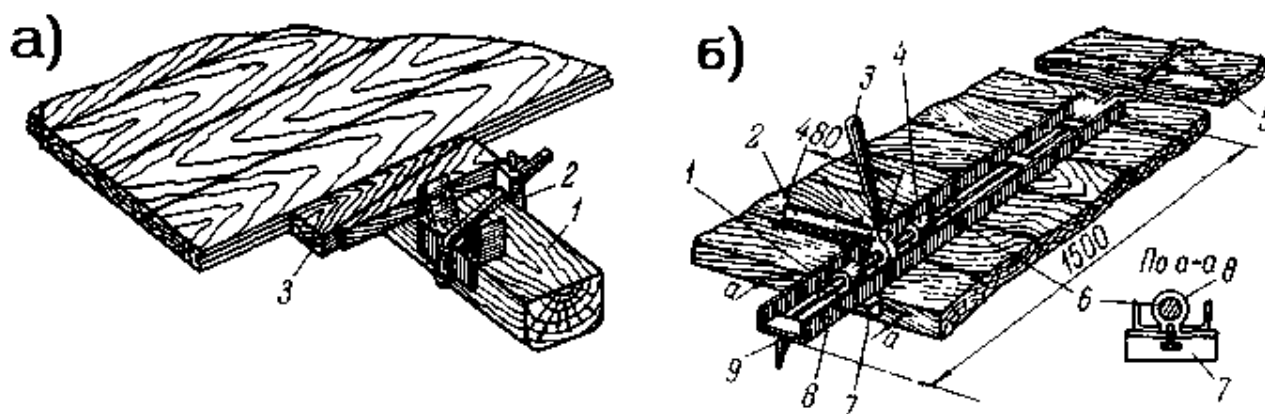

Рис. 1. Сжимы при устройстве дощатых полов
2.4. Доски для настилки пола должны быть разложены на лагах гребнями в одну сторону. При настилке пола паркетным способом первую доску укладывают пазом к стене. Так же укладывают и остальные доски. При настилке с применением сжимов первую доску и остальные укладывают к стене (рис. 1, 2).